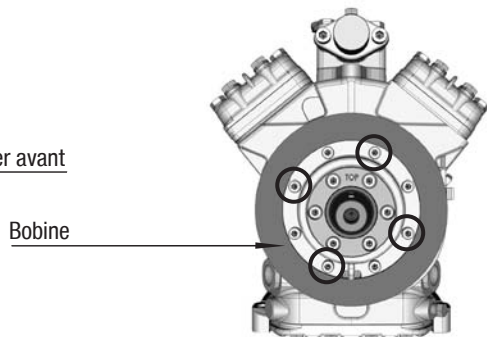

Fig. 13
- Placer la bobine sur l'ajustement fin et fixer à nouveau à l'aide des quatre vis cylindriques M8 (fig. 13). Couple de serrage des vis = 34 Nm.